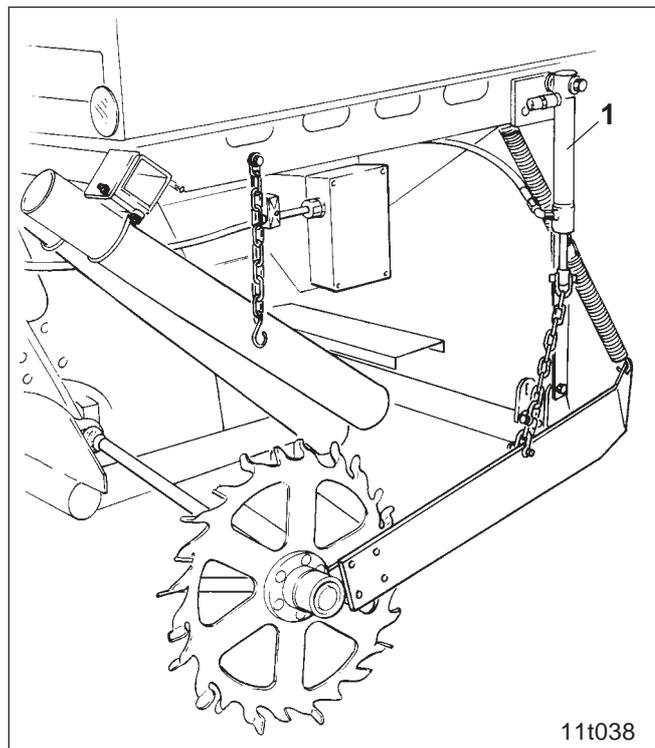

Fig. 5.5
Spornrad kurz anheben, von der Kette lösen und absenken (siehe Fig. 5.5).
- Hydraulikzylinder (Fig. 5.5/1) zum Betätigen des Spornrades am Schlepper an ein einfach wirkendes Steuerventil anschließen (siehe Kap. 3.7).
Heben Sie das Spornrad vor dem Wenden am Feldende mit dem Hydraulikzylinder (Fig. 5.5/1) an, um Saatgutverluste und um Beschädigungen am Spornrad zu vermeiden.